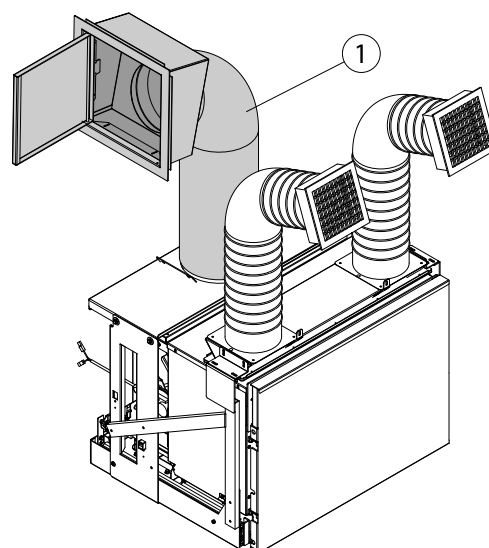

fig. 6.4.1
- A) Système de chargement avec tuyau métallique flexible et porte de chargement « 1 » (fig. 6.4.1)